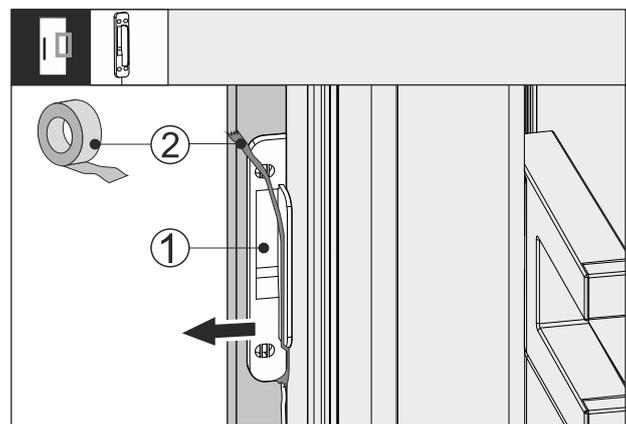

Fig. 64
- ▶ Løsne teipen Fig. 64 [2] fra bankesensoren Fig. 64 [1].